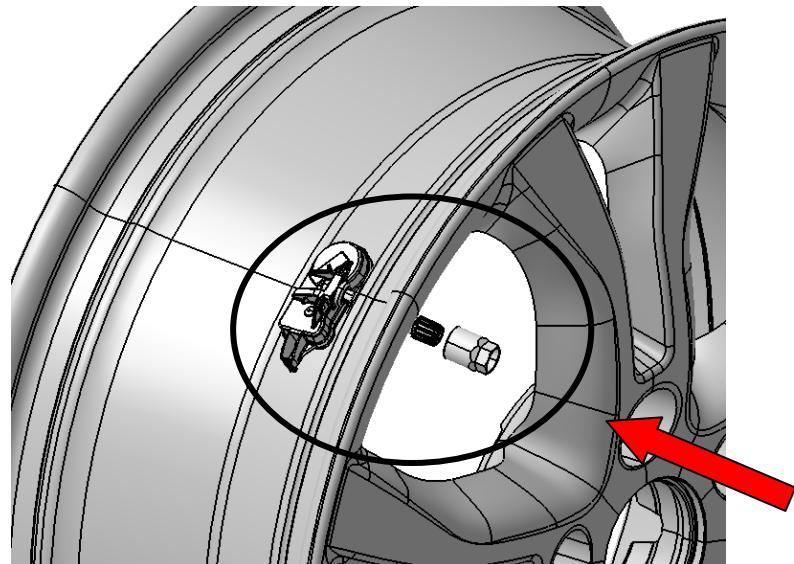

图 1.5 螺母安装图
步骤 2：将胎压监测传感器总成①的气门嘴杆穿过轮辋安装孔，并施加压力（可用手扶住传感器两侧）使①上的密封胶垫与轮辋安装平面紧密贴合，再按箭头的方向将螺母②轻轻旋转到气门嘴杆上，示意图如图 1.5 所示，最后用扭力为 $5 \pm 0.5 \text{ N}\cdot\text{m}$ 工具旋紧螺母②。